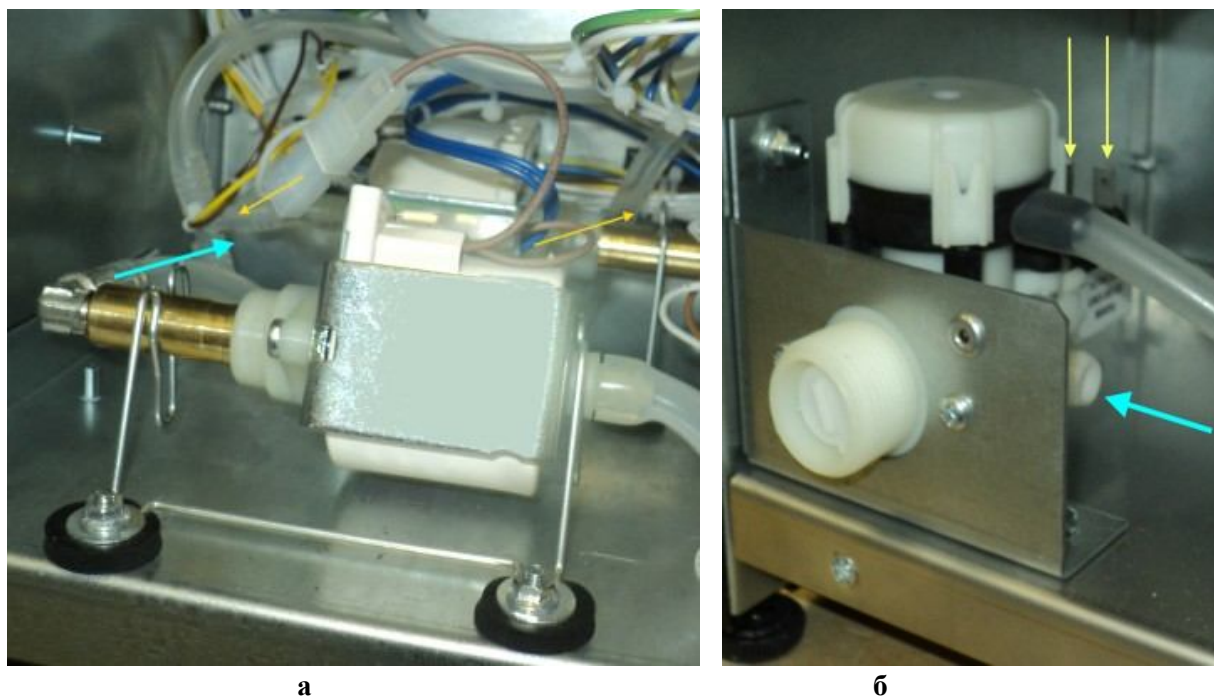

Рисунок 29 — отключение помпы (а) и подключение электроклапана (б)
- Отключить клеммы питания помпы как показано на рисунке 29 (а) (отсоединить клеммы с белым и синим проводами), отсоединить силиконовую трубку как показано на рис.29 (а);